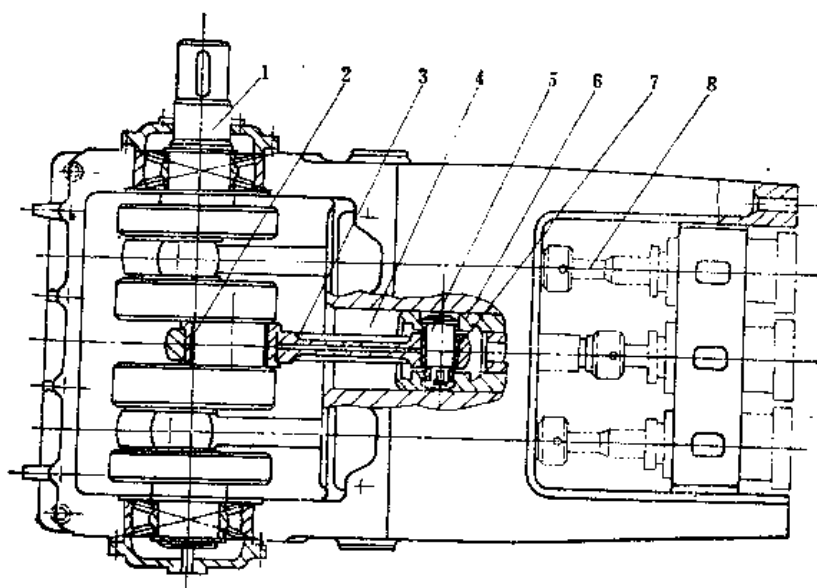

图13-4-3 单作用往复泵
(1) 3W-B系列卧式三柱塞高压泵 是单作用往复泵, 结构如图13-4-3所示。其工作柱塞由曲柄连杆机构带动而作往复运动。泵体为箱形整体结构, 刚性和强度都较高。泵由电动机经减速机驱动。该类型泵由机械传动和液压两部分组成。机械传动部分由曲轴、连杆、十字头等组成; 液压部分由泵头、进、排液阀, 柱塞, 密封环等组成。泵头还设有安全阀和压力表。